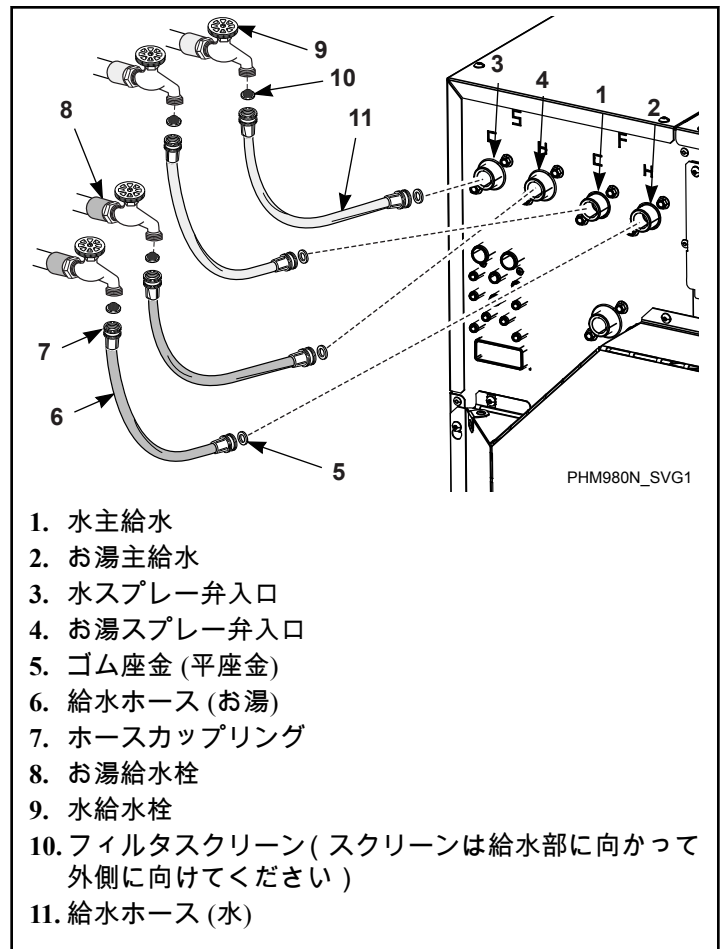

図 22
3. ゴム平座金1つを各給水ホースの一方の端に、フィルタスクリーン2つをもう一方の端に取り付けます。フィルタスクリーンは給水部に向かって外側に向ける必要があります。図22を参照してください。